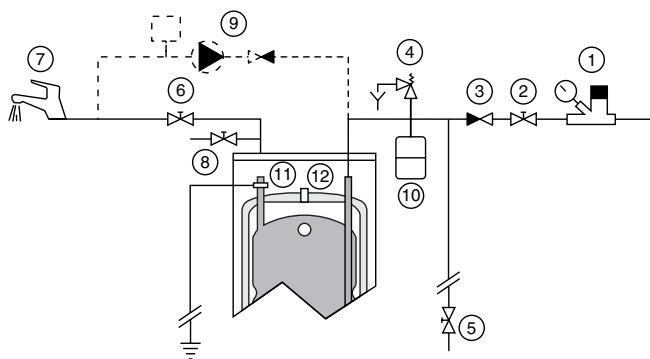
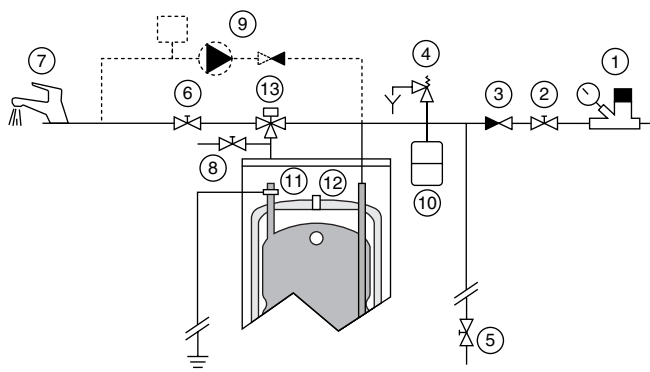

Рис.3: Присоединение без термостатического смесительного клапана.
Рис.4: Присоединение с термостатическим смесительным клапаном.
В случае, когда давление в системе водоснабжения превышает 6 бар необходимо установить редуктор давления на 4,5 бар (1) перед группой безопасности, (см. рис. 3 и 4)
4.1.1 ЗАПОЛНЕНИЕ КОНТУРА САНИТАРНОЙ ГОРЯЧЕЙ ВОДЫ (СМ РИС.3 И РИС. 4)
Для слива контура санитарной горячей воды: (см рис. 3 и рис. 4)